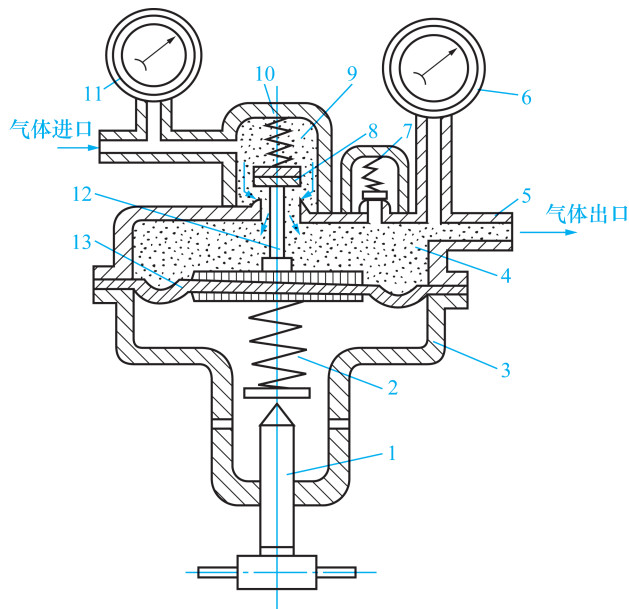

图 1-29 减压器
①乙炔瓶:是贮存溶解乙炔的装置。使用时,溶入丙酮中的乙炔不断逸出,瓶内压力降低,剩余的丙酮可供再次灌气使用。乙炔瓶的表面被涂成白色,并用红漆写上“乙炔”字样。
②氧气瓶:是贮运高压氧气的容器,容积为 40 L,贮氧的最大压力为 14.7 MPa (150 kgf/cm2)。氧气瓶的表面被涂成天蓝色,并用黑漆写上“氧气”字样。
③减压器(图 1-29):是用来将氧气瓶(或乙炔瓶)中的高压氧气(或乙炔),降低到焊接需要的工作压力,并保持焊接过程中压力基本稳定的仪表。使用减压器时,先缓慢打开氧气瓶(或乙炔瓶)阀门,然后旋转减压器的调压手柄,待压力达到所需时为止。停止工作时,先松开调整螺钉,再关闭氧气瓶(或乙炔瓶)阀门。